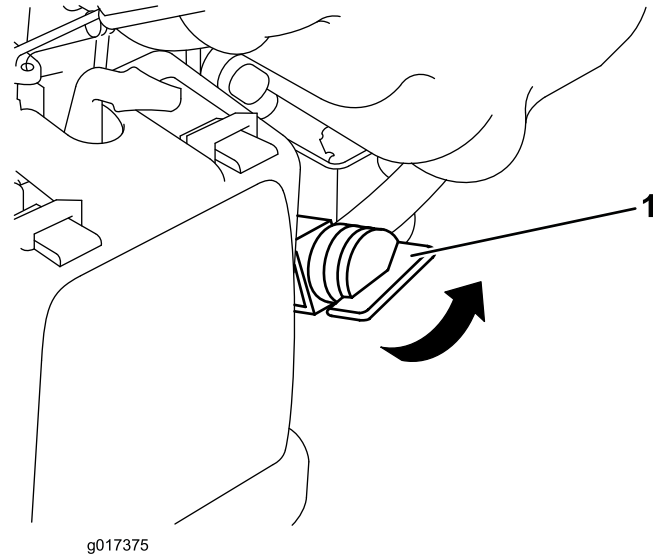

Figura 12
2. Girate la valvola del carburante in posizione Accensione (Figura 12).